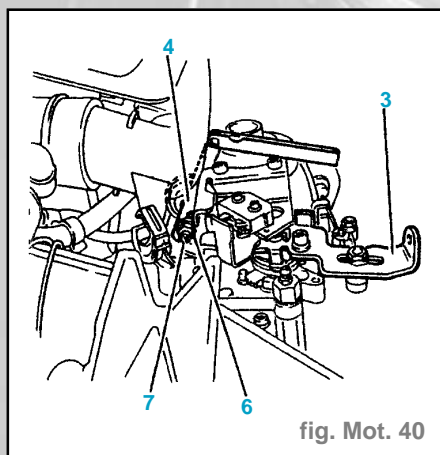

fig. Mot. 40
- Desserrer l'écrou (6) (fig. Mot. 40).
- Dévisser la vis de réglage (7) de quelques tours (fig. Mot. 40 et 41).
- Placer une cale [4] entre la vis (7) et la butée (8) (fig. Mot. 40 et 41).
- Maintenir le levier de charge (3) en position ralenti (fig. Mot. 40 et 41).
- Agir sur la vis (7) jusqu'à la limite de décollement du levier de charge (3).